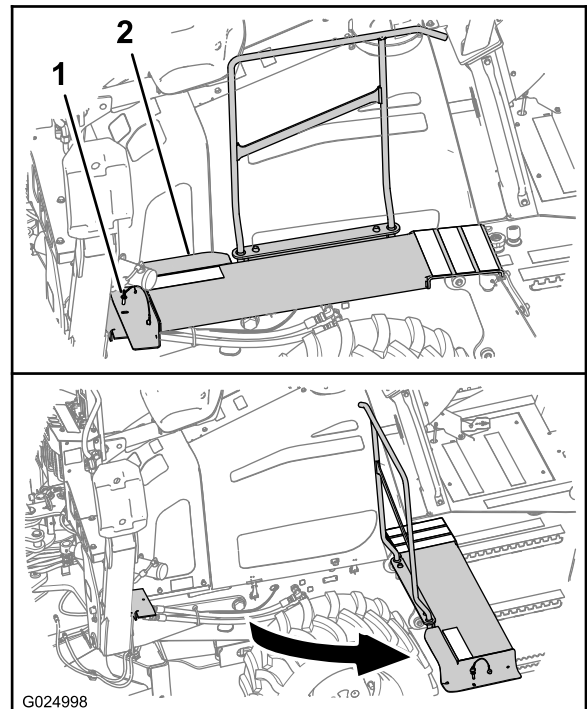

Bild 64
- A. Nehmen Sie an der linken Seite der Maschine den Haltering vom vorderen Ende des Durchgangs ab (Bild 64).
B. Drehen Sie den Durchgang von der Maschine weg, wie in Bild 64 abgebildet.
- A. Drehen Sie das vordere Ende des Durchgangs auf die Ausgangsstellung (Bild 64).
- B. Fluchten Sie das Loch im Durchgang mit dem Loch in der Stützhalterung für den Durchgang aus (Bild 64).